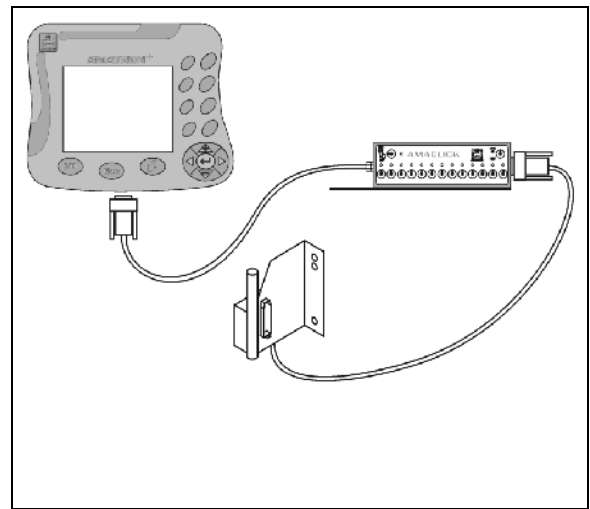

Fig. 136
- de forma correspondiente sin el joystick multifuncional Fig. 136.